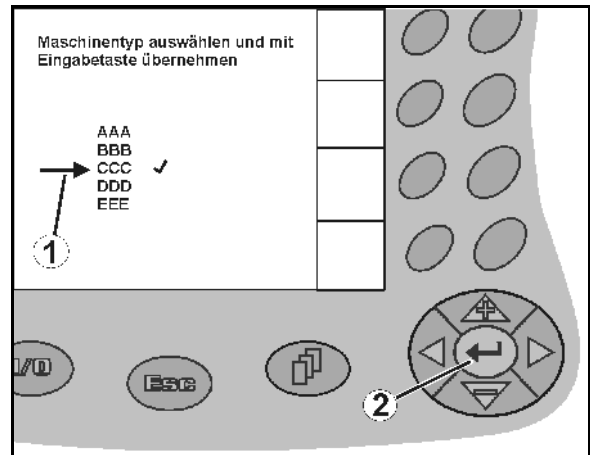

Fig. 13
1.  Auswahlpfeil (Fig. 13/1) positionieren.
2.  Auswahl übernehmen (Fig. 13/2).